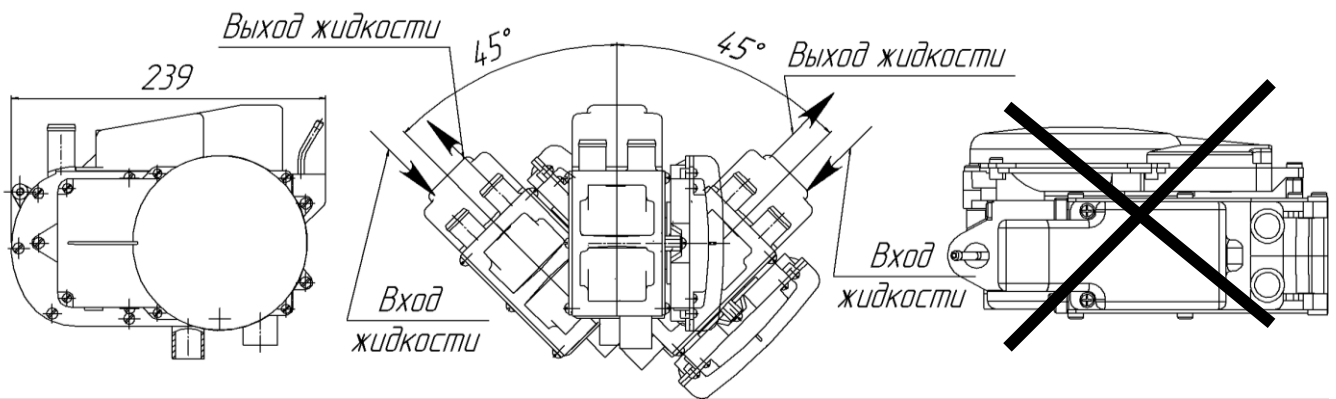

Рис. 7.2- Допустимые рабочие положения нагревателя
**Внимание!** Если нагреватель на автомобиль установлен под углом, то присоединение жидкостных шлангов к штуцерам нагревателя производить согласно рис. 7.2.